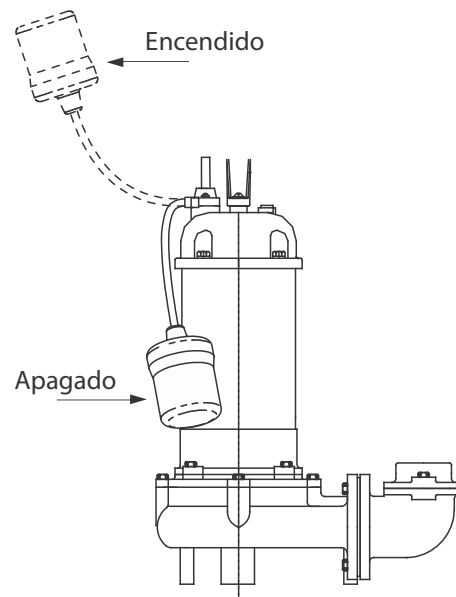

Figura 2
5. Para evitar el funcionamiento en seco, instale un sistema de funcionamiento automático, como se muestra en la figura 2 y mantenga un nivel de agua de funcionamiento seguro.